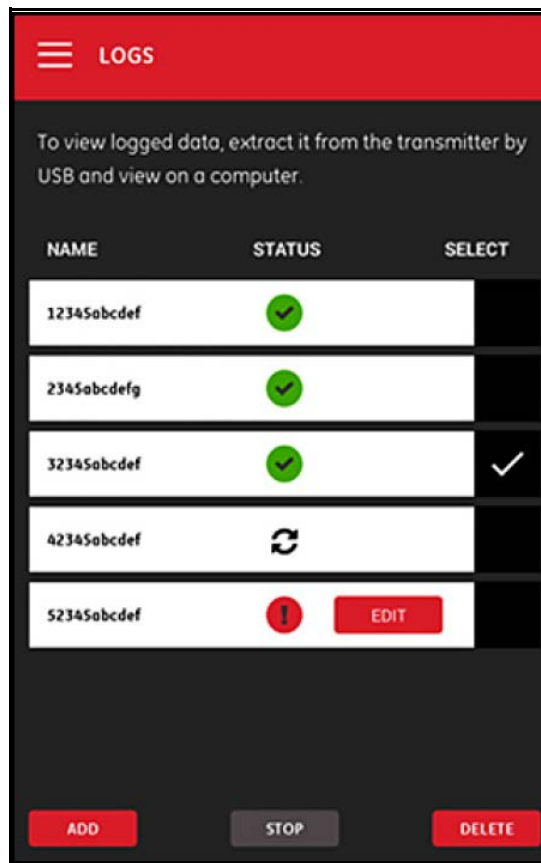

Figura 100: Menú principal REGISTROS
En el menú principal REGISTROS (véase Figura 100 más abajo), aparece en una lista los registros existentes y su estado actual. Cada registro de la lista puede estar editado, detenido o borrado, dependiendo de su estado actual.
1. En el menú principal REGISTROS (véase Figura 100 en la página 104), haga clic en la columna SELECCIONAR de la derecha del registro que desea borrar.
1. En el menú principal REGISTROS (véase Figura 100 en la página 104), pulse la columna SELECCIONAR de la derecha del registro que desea detener.
1. En el menú principal REGISTROS (véase Figura 100 en la página 104), pulse la columna SELECCIONAR de la derecha del registro que desea editar.